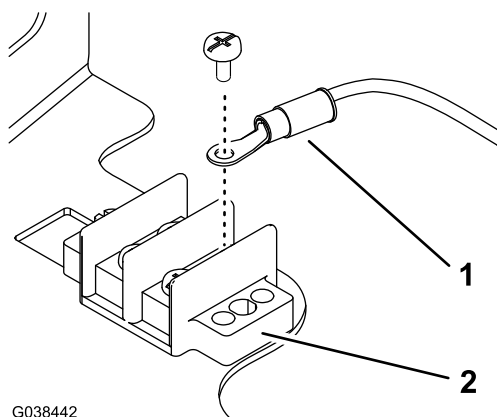

Figure 12
2. Fixez la cosse en anneau du faisceau de câblage au bornier de masse (Figure 12).